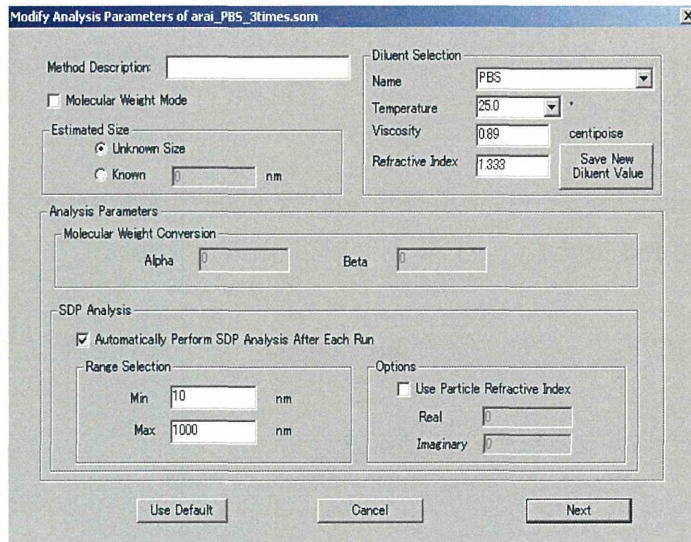
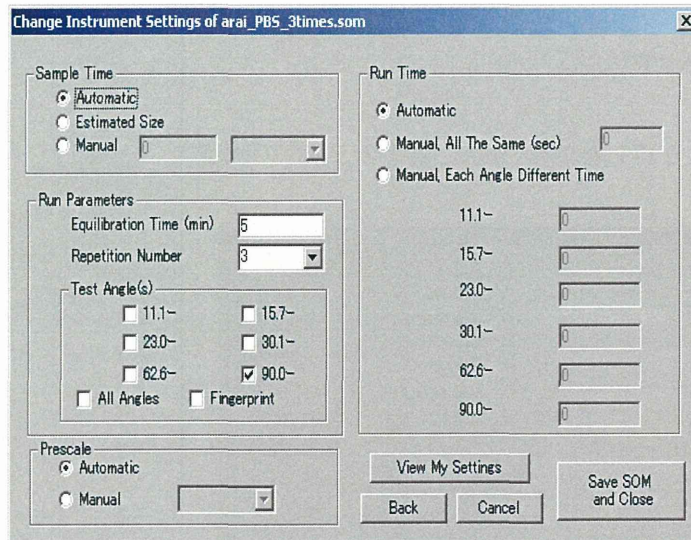

Fig. 4 測定条件設定画面(1)
Fig. 5 測定条件設定画面(2)
- 4 『Select a Method』の『Create a new SOM』で測定条件を以下の Fig.4 と Fig.5 のように設定する。(Repetition で測定回数を設定)